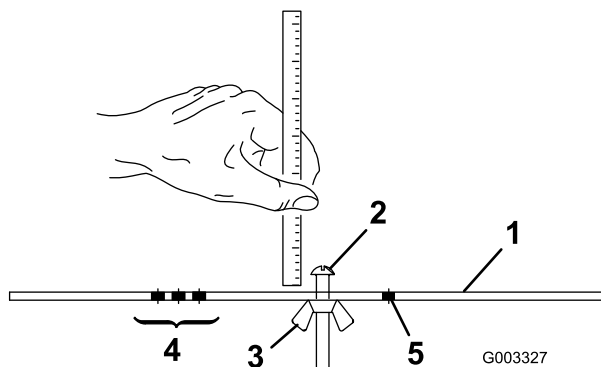

Рисунок 16
2. Ослабьте гайку на измерительной планке (Рисунок 16) и с помощью регулировочного винта установите необходимую высоту скашивания.